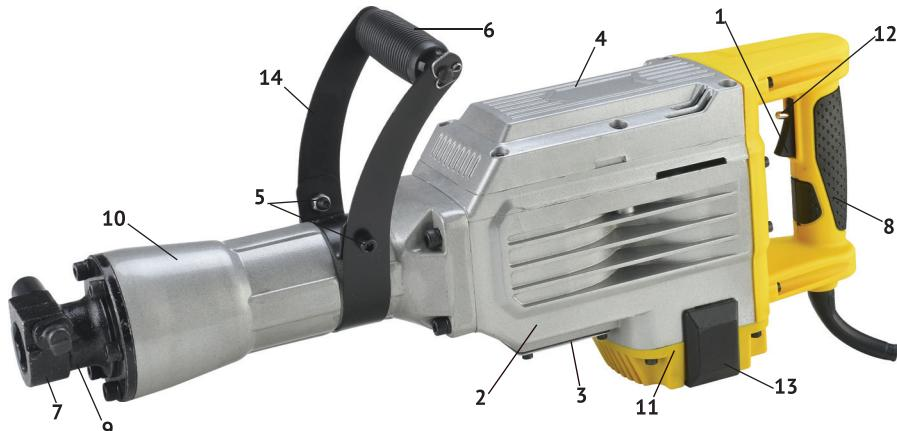

рис. 1
1.1.3 Основные узлы молотка (двигатель, редуктор и ударный механизм) расположены в металлическом корпусе (рис.1 поз.2) закрытым крышкой (рис.1 поз.4).
Крутящий момент с якоря электродвигателя, расположенного вертикально, через систему шестерён, передаётся на кривошипно-шатунный механизм. Кривошипно-шатунный механизм приводит в действие ударный узел молотка. В зависимости от вида выполняемой работы, в патрон вставляется необходимая насадка (пика, долото) с соответствующим хвостовиком. Дополнительная рукоятка (рис.1 поз.6) хомутом крепится на цилиндрической части корпуса цилиндра (рис.1 поз.10). Фиксируется рукоятка двумя винтами (рис.1 поз.5), в любом положении (от 0° до 360°), что удобно пользователю, как «правше», так и «левше».
1.1.4 Клавиша выключателя (рис.1 поз.1) расположена в передней части рукоятки (рис.1 поз.8), крепящейся к корпусу молотка (рис.1 поз.2). Во включённом положении клавиша фиксируется кнопкой (рис.1 поз.12)
Включение/отключение инструмента осуществляется нажатием/отпусканием клавиши выключателя. Для продолжительной работы молотка, клавиша выключателя фиксируется в положении «включено» кнопкой (рис.1 поз.12).
Снизу, на корпусе молотка расположено окно смазки редуктора, закрытое крышкой (рис.1 поз.3). Перед каждым использованием инструмента отвернуть крышку, проверить наличие смазки кривошипно-шатунного механизма, при необходимости добавить из ёмкости, входящей в комплект.
Общий вид молотка представлен на рис. 1
- ослабить винты фиксации (рис.1 поз.5) хомута (рис.1 поз.14) дополнительной рукоятки (рис.1 поз.6);
Для продолжительной работы клавиша выключателя фиксируется в положении «Включено» кнопкой (рис.1 поз.12). При повторном нажатии на клавишу, она и кнопка фиксации возвращаются в исходное положение «Выключено».
- демонтировать накладку щёткодержателя (рис.1 поз.13);